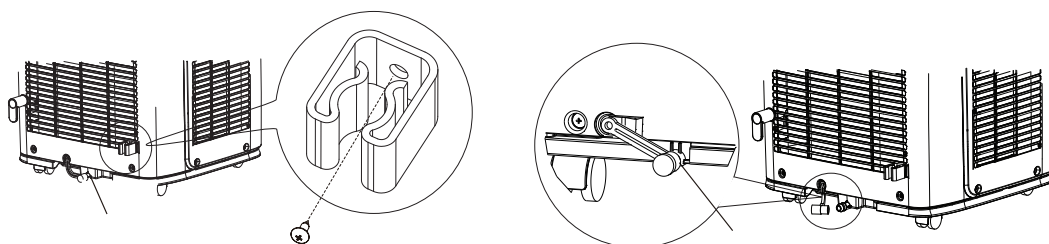

Рис. 4.2
4.2.4 Для отвода конденсата из поддона служит специальный отвод на задней панели кондиционера (Рис. 4.2).
Необходимо слить воду из поддона при помощи шланга рис. 4.2 и перезапустить кондиционер.